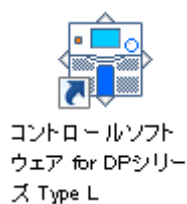

図3-1 デスクトップのショートカットアイコン
- インストールが終了すると、本ソフトウェアを実行できるようになります (図 3.1)。
- デスクトップのショートカットアイコン（図3-1）をダブルクリックします。